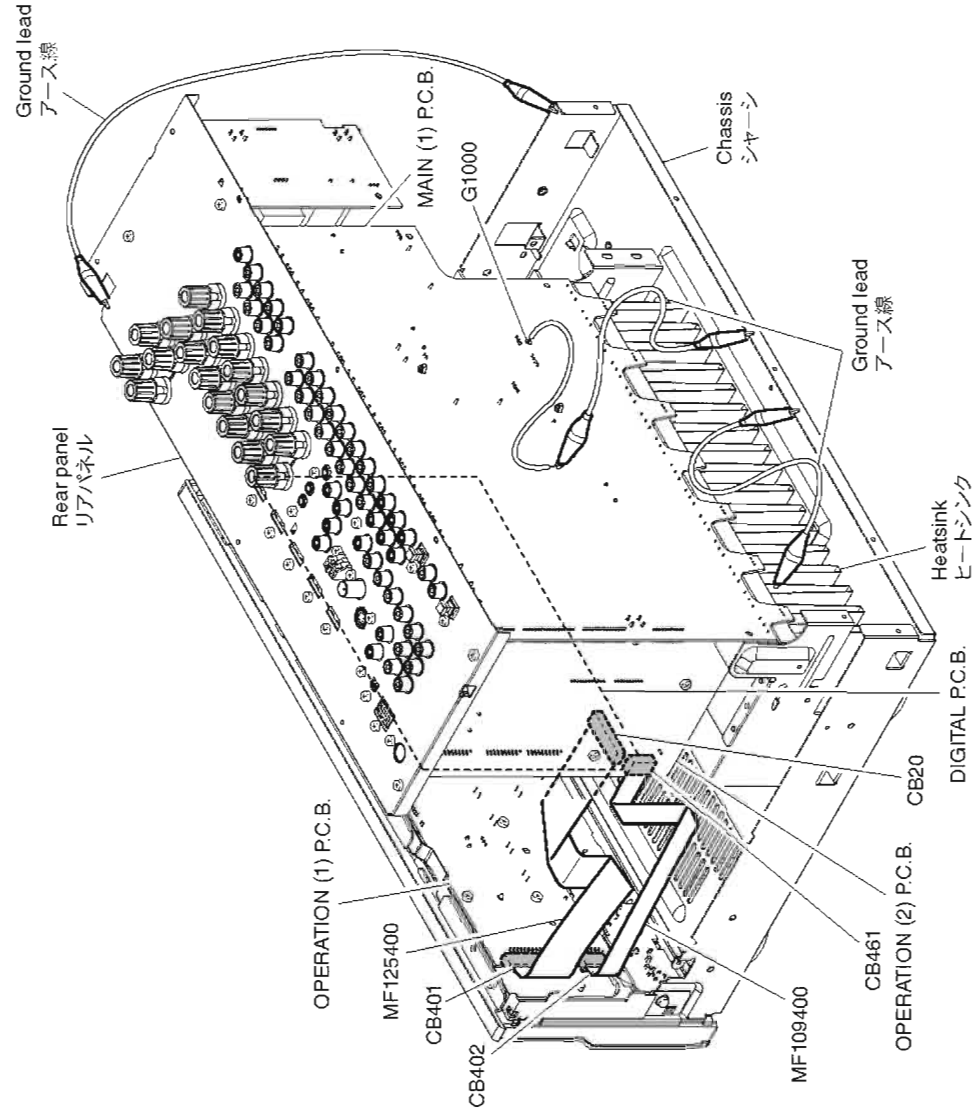

Fig. 3
- Place the P.C.B.s (with rear panel) upright. (Fig. 3)
- Connect the ground points of the heatsink, rear panel and MAIN (1) P.C.B. (G1000) to the chassis with a ground lead or the like. (Fig. 3)
- リアパネルと一緒にP.C.B.を立ち上げて置きます。(Fig. 3)
- ヒートシンク、リアパネル、MAIN (1) P.C.B.のG1000のアースをリード線等でシャーシに接続してください。(Fig. 3)